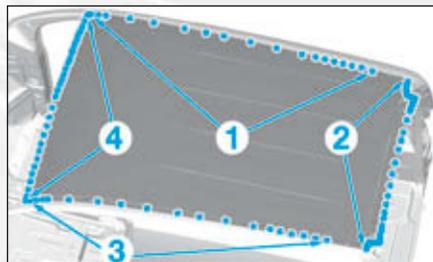

FIG.124
- Dépointer les soudures du pavillon en (1), (2), (3) et (4) (Fig.124).